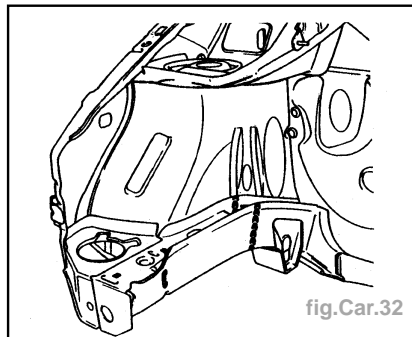

fig.Car.32
- **Coupe partielle** (fig.Car.32).